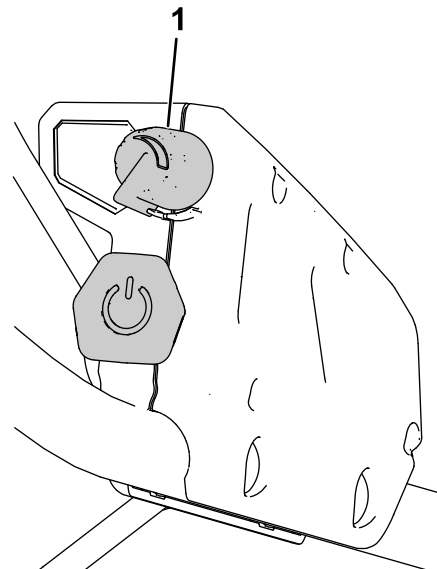

Figura 15
**Nota:** Para ajustar la velocidad de avance, ajuste el mando de control de la velocidad (Figura 15).